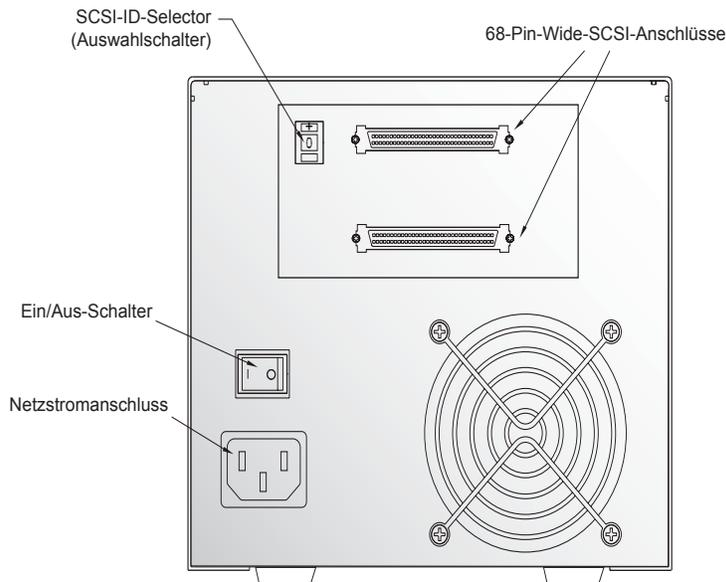

Abbildung 7. Schalter und Anschlüsse auf der Rückseite eines Desktop-LTO-3-Laufwerkes
Jedes SCSI-Gerät auf dem Bus muss eine eindeutige SCSI-ID besitzen. Das Desktop-Bandlaufwerk wird mit einer Standard-SCSI-ID von 6 geliefert. Setzen Sie die Laufwerk-ID nie auf 7. Wenn ein anderes SCSI-Gerät in der SCSI-Kette diese ID bereits verwendet, verwenden Sie entweder den Druckschalter auf der Rückseite des Laufwerkes, um die SCSI-ID des Laufwerkes zu ändern (siehe Abbildung 7 auf Seite 23), oder weisen Sie dem anderen SCSI-Gerät eine eindeutige SCSI-ID zu.
Das Desktop-LTO-3-Laufwerk besitzt zwei abgeschirmte 68-Pin-SCSI-Interface-Anschlüsse (ANSI Alternative 2) auf der rückseitigen Abdeckung (siehe Abbildung 7). Diese Anschlüsse bestehen aus zwei Reihen von Bandkontakten, die in Abständen von 2,16 mm (0,085 Zoll) verteilt sind. Beide Anschlüsse können als SCSI-EIN- oder SCSI-AUS-Verbindung verwendet werden. Dadurch kann jeder der beiden Anschlüsse verwendet werden, um das Laufwerk an einen Host-Computer oder an ein anderes SCSI-Gerät anzuschließen.
2. Schließen Sie das SCSI-Interface-Kabel an einen der 68-Pin-SCSI-Interface-Anschlüsse auf der Rückseite des Laufwerkes an (siehe Abbildung 7).
Schließen Sie das Netzkabel sicher an den Netzanschluss auf der Rückseite des Desktop-LTO-3-Laufwerkes an (siehe Abbildung 7 auf Seite 23).